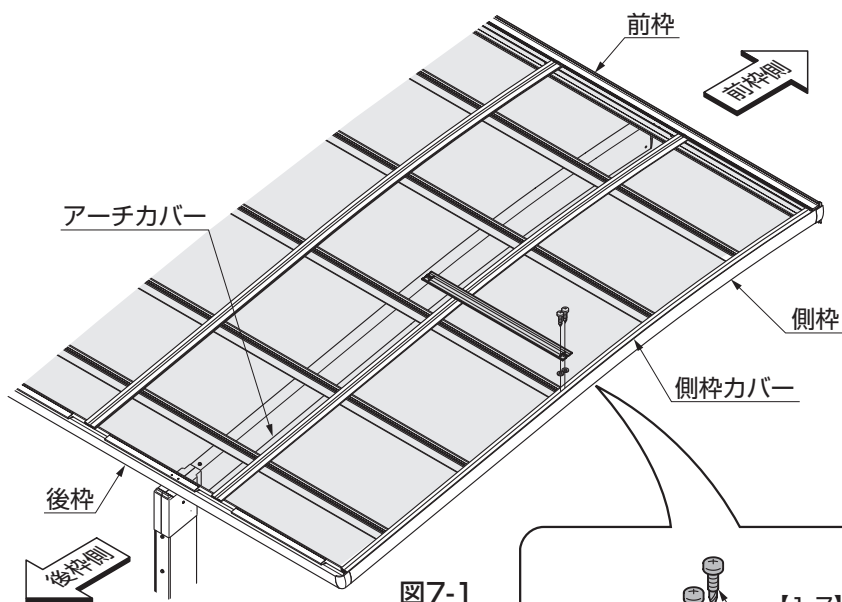

図7-1
①屋根材ホルダーを後枠側から数えて3本目の母屋の真上の位置に【1-7】で取付けてください。(図7-1参照)
- 取付け前に屋根材ホルダー下面に屋根材ホルダースペーサーを貼付けてください。(端部：図7-1、中間：図7-3参照)